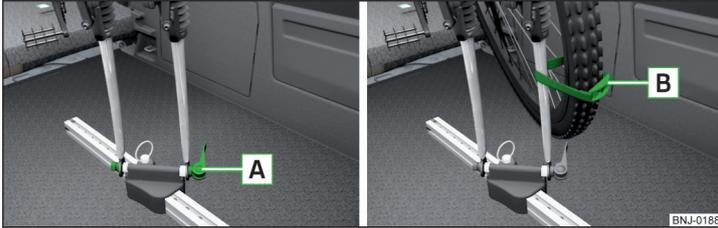

Fig. 108 Colocar la horquilla delantera de la bicicleta en el soporte / ejemplo de fijación de la rueda delantera
- Aflojar el tensor rápido **A** » fig. 108 en el soporte y ajustarlo según el ancho de la horquilla de la bicicleta.
- Fijar la rueda delantera con la correa **B** en la horquilla delantera » fig. 108 o en el cuadro.